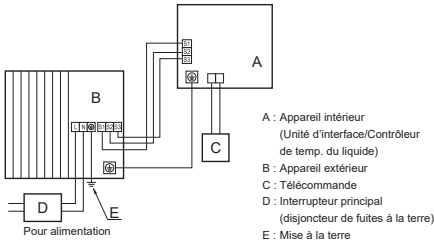
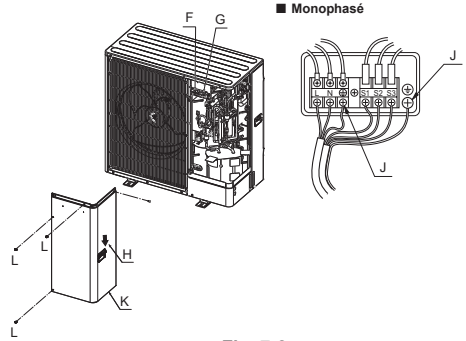

Fig. 7-1
Fig. 7-2
7.1. Appareil extérieur (Fig. 7-1, Fig. 7-2)
- (1) Retirer le panneau de service.
- (2) Effectuer le câblage conformément aux Fig. 7-1 et Fig. 7-2.